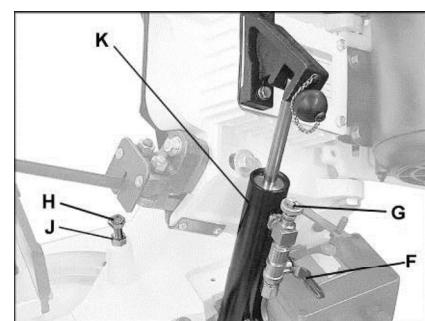

Fig 13
Die Absenkgeschwindigkeit des Sägearms kann an der Drosselschraube (G, Fig 13) eingestellt und mit dem EIN/AUS Ventil (F) gestoppt werden.